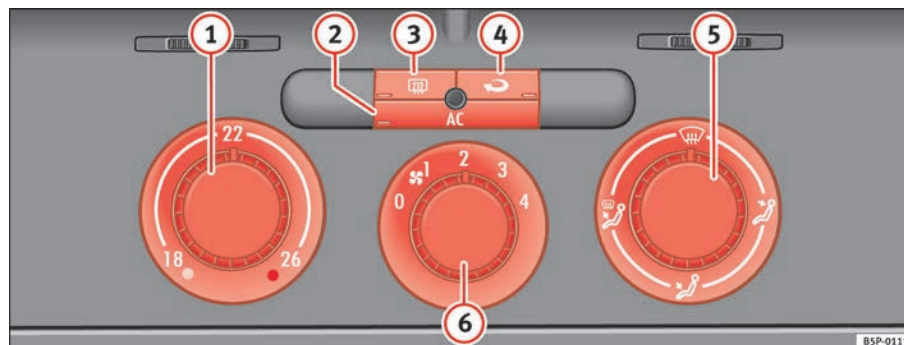

Fig. 127 Sulla plancia portastrumenti: i comandi del Climatic
- Le manopole ⇒ fig. 127 ① e ⑤ e la manopola ⑥ servono rispettivamente a impostare la temperatura desiderata, a indirizzare il flusso d'aria e a selezionare il livello di potenza della ventola.
- Per attivare o disattivare una funzione bisogna premere il tasto corrispondente ②, ③ o ④. Quando la funzione è attiva, la spia situata nell'angolo in basso del tasto si illumina.
- ① Manopola di regolazione della temperatura ⇒ pag. 158
- ② Tasto **AC** - Accensione e spegnimento del climatizzatore ⇒ pag. 158
- ③ Tasto - Lunotto termico. Questa funzione si spegne automaticamente dopo circa 20 minuti. Se si desidera spegnerlo prima bisogna premere il tasto relativo.
- ④ Tasto - Funzione di ricircolo ⇒ pag. 160
- ⑤ Manopola di regolazione della ripartizione del flusso d'aria ⇒ pag. 158
- ⑥ Comando del ventilatore. Il volume del flusso d'aria è regolabile su quattro livelli. Quando si viaggia a basse velocità, si consiglia di tenere sempre acceso il ventilatore al livello più basso.
- Accendere il climatizzatore con il tasto $\Rightarrow$ pag. 157, fig. 127 .